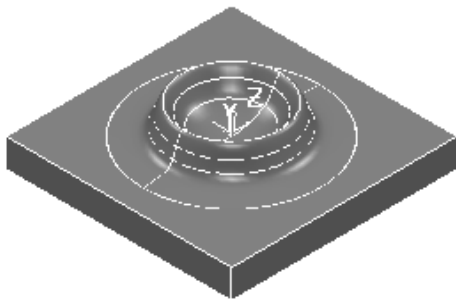

图 2-74 打开范例文件
2) 选择下拉菜单中的“文件”→“范例”命令，弹出“打开范例”对话框，选择“radius.dkg”（“随书光盘：\第 2 章\exercise9\uncompleted\radius.dkg”）文件，单击“打开”按钮即可，如图 2-74 所示。